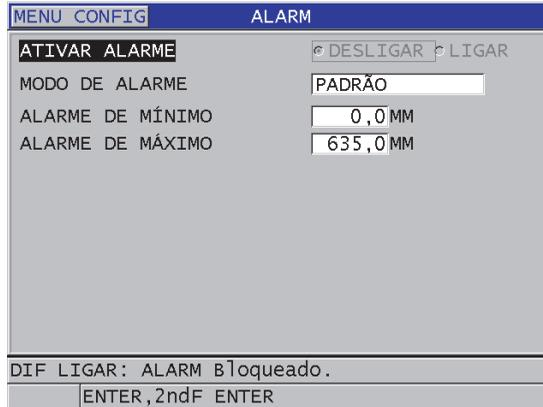

Figura 8-7 Configurar o alarme padrão
3. Na tela **ALARME** (veja Figura 8-7 na página 137):